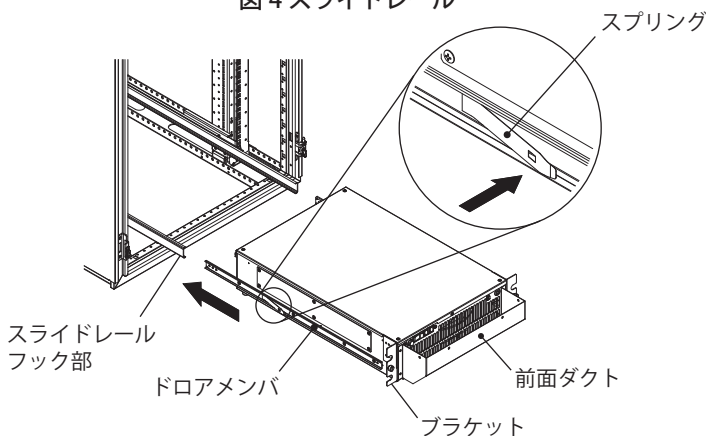

図 6 本体取付
3. 本体のドロアメンバをスライドレールに左右同時に挿入してください。途中でロックが掛かりますので、ドロアメンバのスプリングを左右同時に押しながら挿入してください。(図 6)